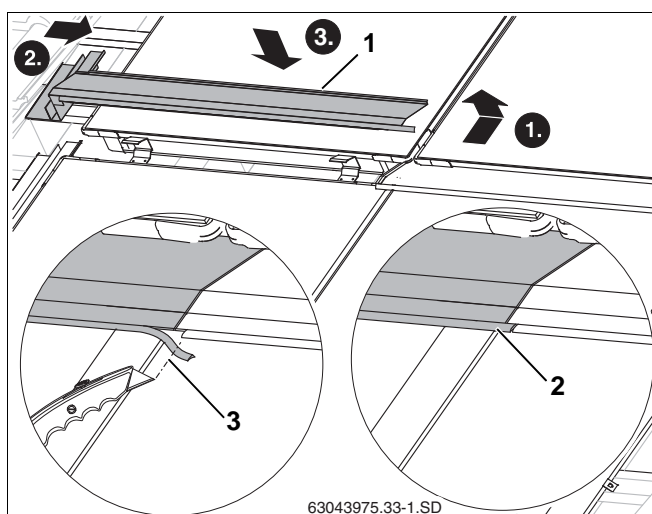

Fig. 53 Påsætning af venstre midterdækplade
- ▶ Læg venstre dækplades ombukning (fig. 53, **pos. 1**) ind i solfangerrammens gribefordybning som ved den højre dækplade.
- ▶ Afkort gummilæben (fig. 53, **pos. 3**), så den støder mod gummilæben på højre dækplade.
- ▶ Sæt gummilæben til venstre dækplade på højre dækplades fals (fig. 53, **pos. 2**).